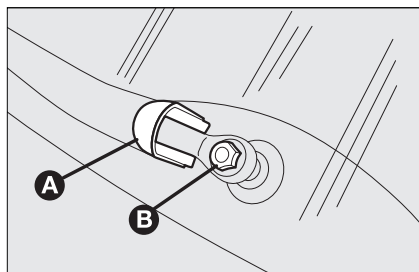

Рис. 15
- ☐ поднимите крышку **А**, **рис. 15** и, открутив гайку **В** крепления, снимите рычаг;